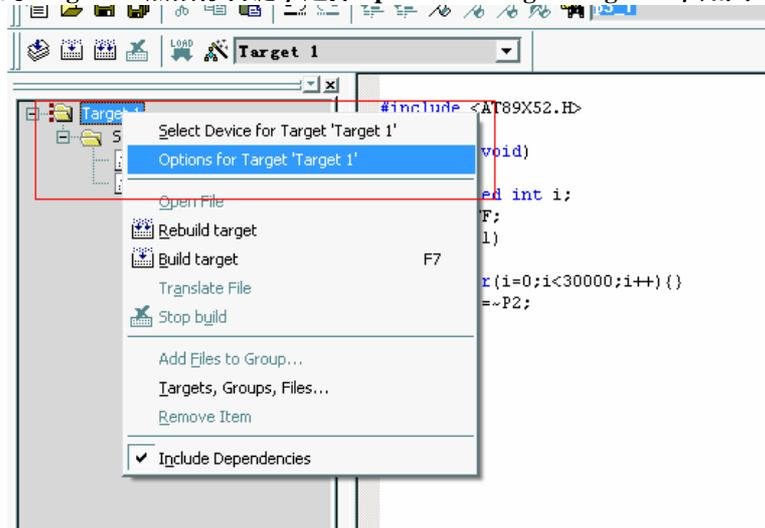

图 4 设置选项
8、在工程窗口的 target1 上点鼠标右键，选择 options for target"target 1"，如图 4 ；